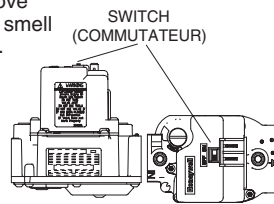

Figure 1
6. Move the gas control switch to the "OFF" position. (See Figure 1)
7. Wait five (5) minutes to clear out any gas. Then smell for gas, including near the floor. If you smell gas, STOP! Follow "B" in above information. If you don't smell gas, go to the next step.
8. Move the gas control switch to the "ON" position. (See Figure 1)
6. Réglez l'interrupteur de commande du gaz en position « OFF » (arrêt). (Voyez la Figure 1.)
7. Attendez cinq (5) minutes pour s'assurer de la dissipation du gaz. Vérifiez alors s'il y a une odeur de gaz, y compris au niveau du sol. En cas d'odeur, **ARRÊTEZ LE PROCÉDÉ!** Suivez les instructions ci-dessus (Section B). Si vous ne remarquez aucune odeur de gaz, passez à l'étape suivante.
8. Réglez l'interrupteur de commande du gaz en position « ON » (marche). (Voyez la Figure 1.)